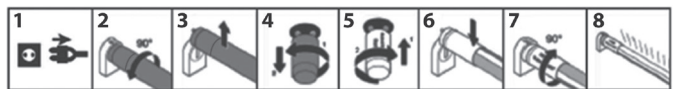

Abb. 1
- Im Falle einer Lampe mit einer Drossel** genügt es, die herkömmliche Leuchtstoffröhre zu entfernen, den Leuchtstoffröhrenstarter zu entfernen, stattdessen einfach den mitgelieferten „LED-Treiber“ zu installieren und die LED-Röhre einzubauen (dies kann von jedem Benutzer ohne Einsatz eines Fachelektrikers problemlos durchgeführt werden), siehe Abb. 1.
- Bei diesen Arten von Leuchten kann die Standard-Leuchtstoffröhre direkt durch die LED-Röhre ersetzt werden. Entfernen Sie einfach den Leuchtstoffröhrenstarter bei abgeschalteter Stromversorgung aus der Leuchte und ersetzen Sie ihn durch den mitgelieferten „LED-Treiber“ gemäß dem in den Schritten 1 bis 8 in Abb. 1 beschriebenen Verfahren. Dieser Austausch darf von einer Person ohne entsprechende elektrische Qualifikation durchgeführt werden.
### Beschreibung der Schritte 1-8 in Abb. 1